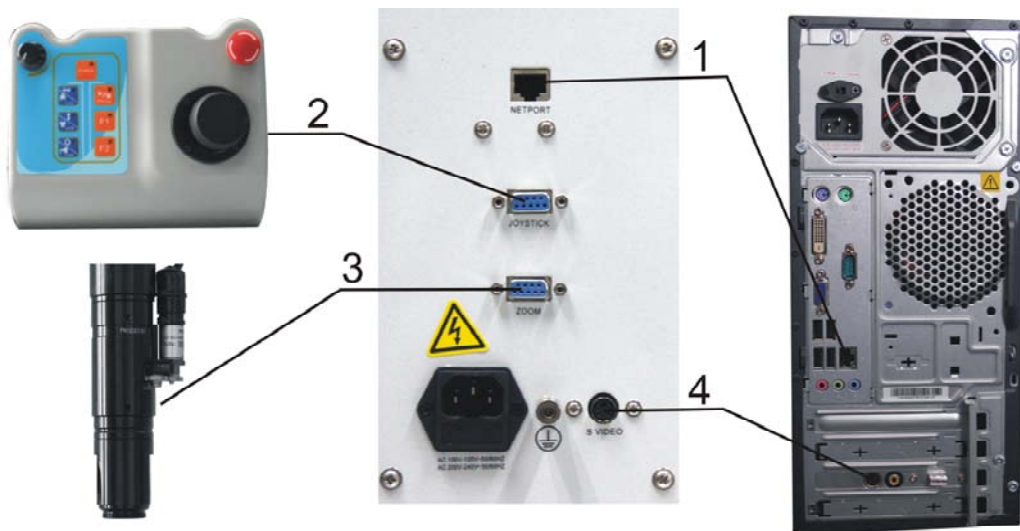

图 6 系统接线图
7. 仪器所有电气接插件一般不要拔下，如已拔掉，则必须按标记正确插回并拧紧螺丝(如图 6 所示)。不正确的接插，轻则影响仪器功能，重则可能损坏系统。